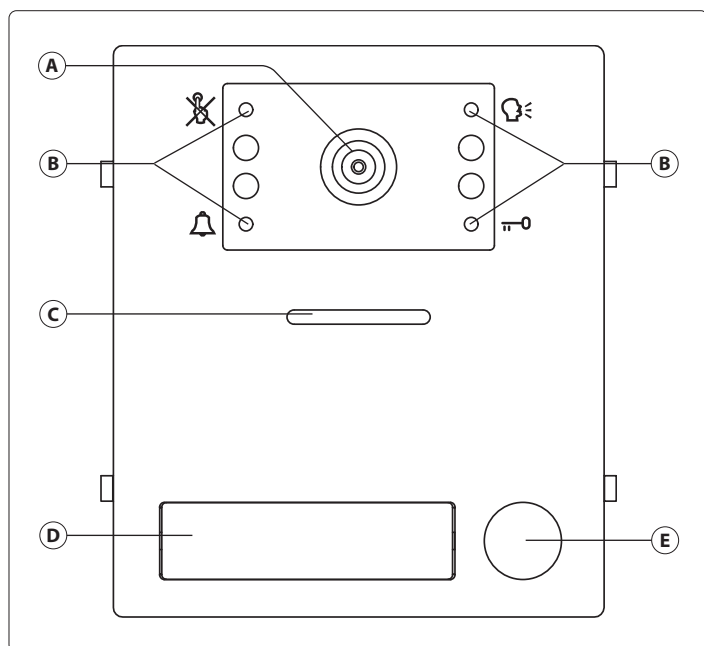

Fig. 1 Fronte
- Premere e tenere premuto il pulsante **(F)** (Fig. 1 a pag. 5) dopodiché ricollegare l'alimentazione.